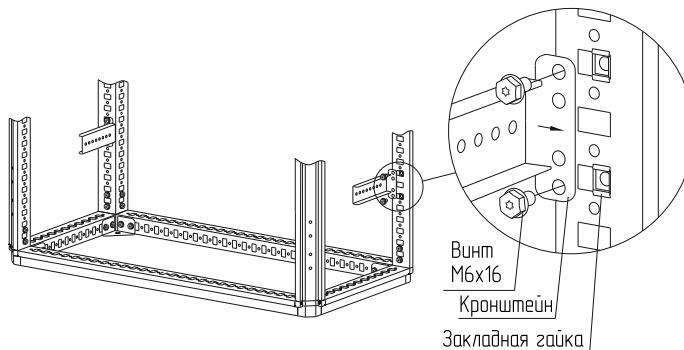

Рисунок 45
– вариант 2. Набором «закладная гайка M6 – винт M6×16 – шайба 6.4». Для этого предварительно установите закладные гайки в квадратные отверстия вертикальных дополнительных стоек и закрепите кронштейны винтами M6×16 и шайбой (рисунок 45). Момент затяжки – 7 Н·м.